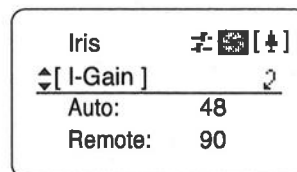

Fig1-3
2. 操作キーで [I-Gain] を選択した後に、Set キーを押してください。[I-Gain] 画面に切り替わります。(Fig1-3)